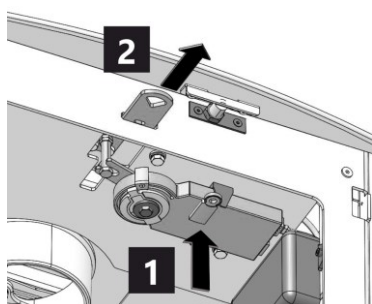

Fig. 1 – Design version A
Bei einem längerfristigen Stromausfall kann der Magnetschlüssel am Stellantrieb angebracht werden um den Luftregler zu entsperren (siehe Abb. 1 oder 2) und weiter das Heizen manuell fortzusetzen nach **INSTALLATIONSANLEITUNG**, Kapitel **Betrieb**, Absatz **3 Heizen und Nachlegen**.
Ja, der Ofen kann auch manuell geheizt werden (z. B. bei einem längeren Stromausfall). Bringen Sie den Magnetschlüssel am Stellantrieb an, um den Luftregler zu entsperren (siehe Abb. 1 oder 2).
- Do not plug the EHC into an electrical socket. In the wood compartment below, deactivate the EHC actuator with the magnet and move the air control to "fully open" (arrow 2) – Fig. 1 or 2. Apply the magnet to the location indicated by arrow 1 until a faint click is heard and the air control is free to move.